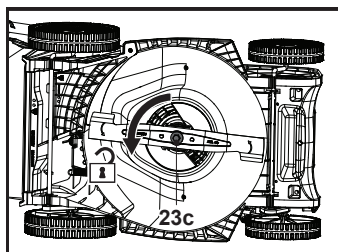

Fig. 18
1. Maintenir le dessous de la machine et la lame de coupe (23) propres et exempts de débris. Retirer l'herbe coupée de la goulotte d'éjection arrière (22).
3. Garder la lame de coupe (23) aiguisée pour assurer de bonnes performances de coupe. Si la lame de coupe est usée ou endommagée, la remplacer par une neuve de même type ou demander à un spécialiste qualifié de l'affûter.
4. Desserrer le boulon de fixation (23c) dans le sens antihoraire à l'aide d'une clé à chocs électrique adaptée (taille de douille 13 mm) (Fig. 18), puis le retirer avec la rondelle cuvette (23b) et la lame de coupe (23).